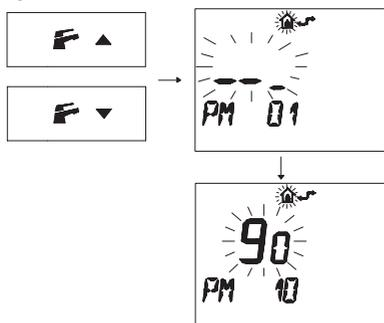

Figura 5.65
- Premere i pulsanti o per visualizzare la programmazione "PM10" selezione della frequenza di accensione (Figura 5.65).
Nella Figura 5.65 si visualizza un SET programmato di **90** corrispondente ad un tempo di riaccensione di 3 minuti circa.